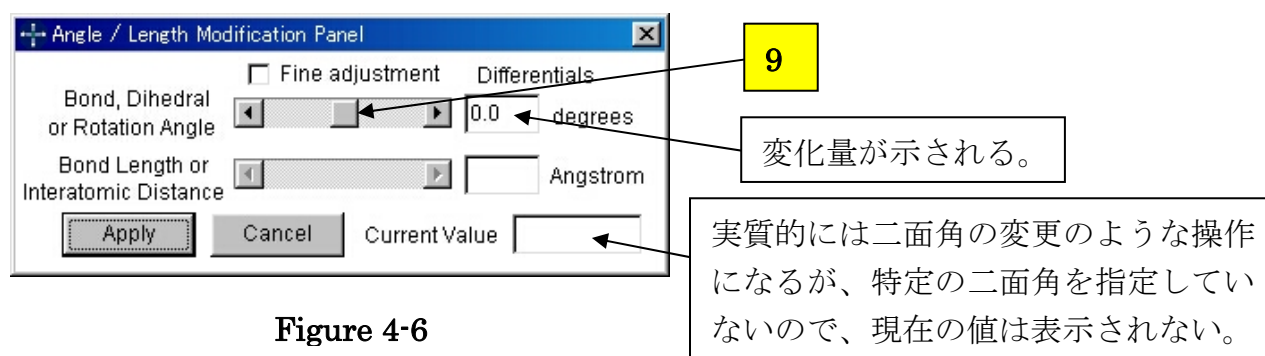

Figure 4-6
- (3) Figure 4-6 のようなコントロールパネルが現われる。